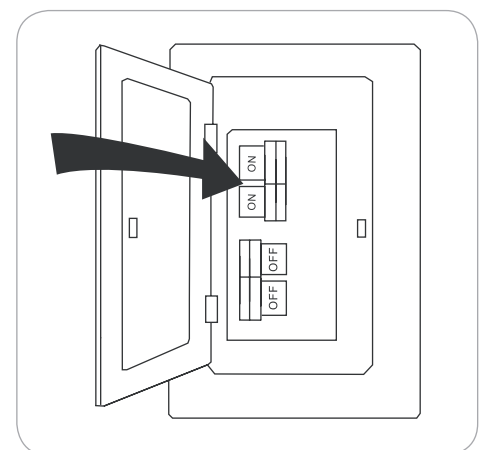

Figura 5.9
9. Encienda la energía mediante el interruptor cortacircuitos y el interruptor de pared (Figura 5.9). El ensamblaje está listo.